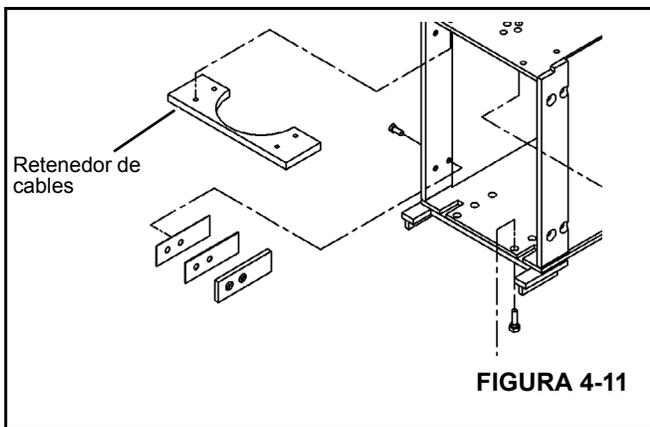

FIGURA 4-11
- 12. Instale el retenedor del cable en la placa superior de la 2ª sección (Figura 4-11).